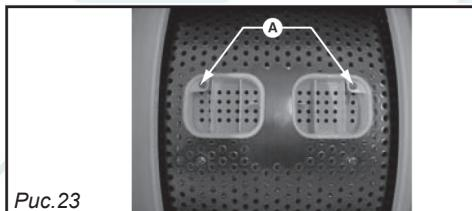

Рис.23
- Открутите и извлеките 2 винта **A** (головка типа TORX T20), заслонка упадет в барабан. Для смягчения падения подложите полотенце (Рис. 23).